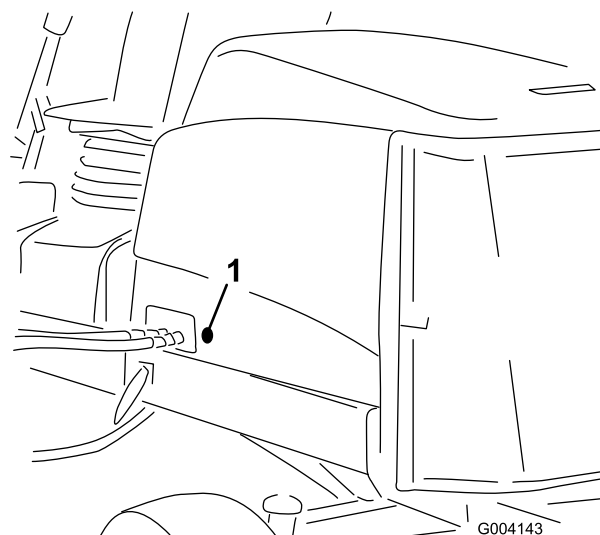

Рисунок 4
2. Извлеките резиновую втулку из отверстия с левой стороны капота (Рисунок 4).